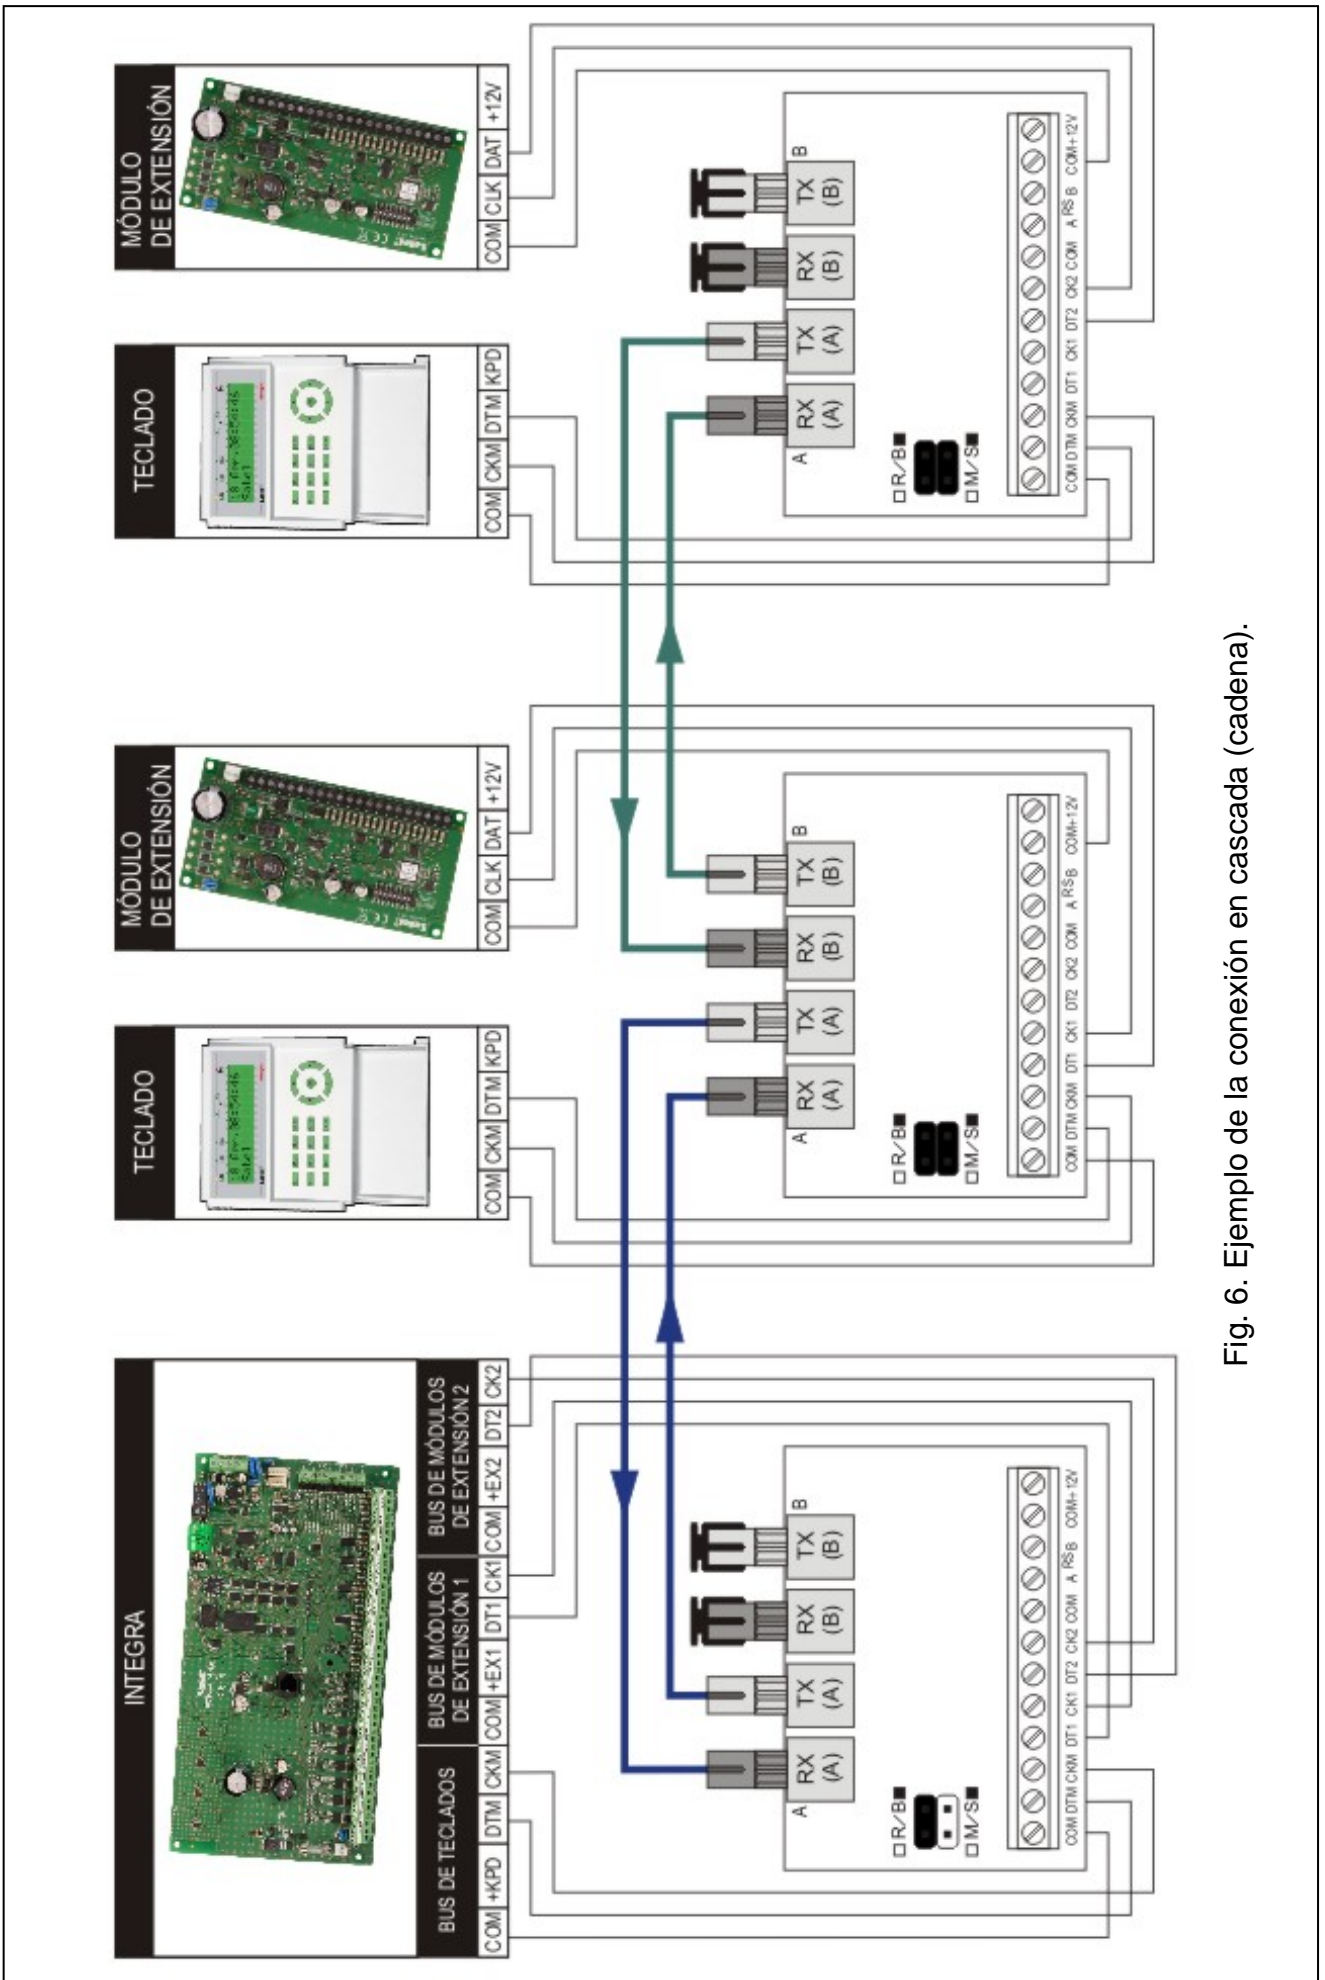

Fig. 6. Ejemplo de la conexión en cascada (cadena).
- En caso de conexión en cascada (cadena – ver: fig. 6) existe la posibilidad de extender el rango de transmisión hasta 4 km.